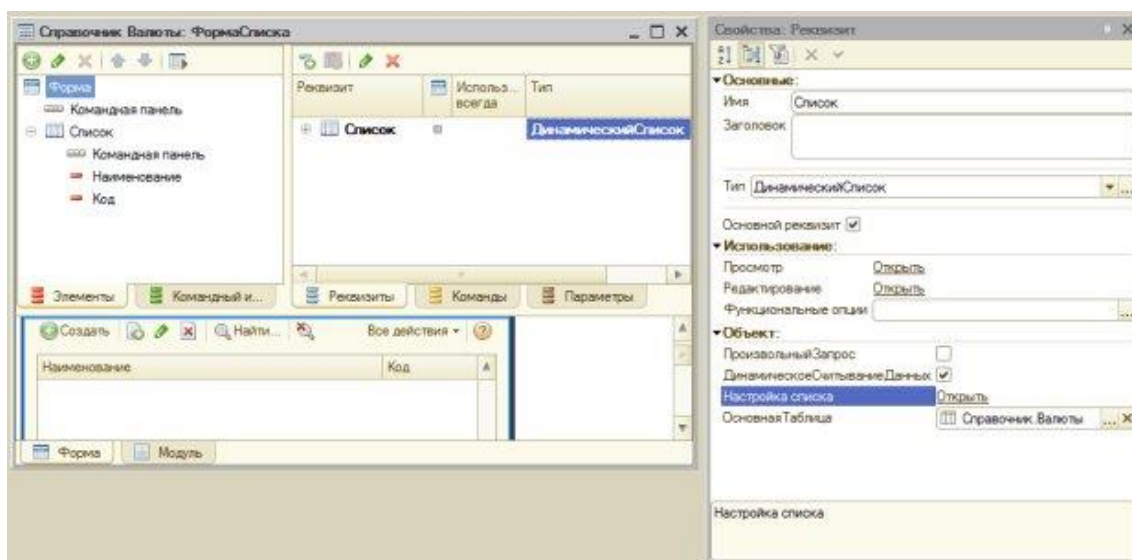

Рисунок 19.1- Редактирование свойств динамического списка
3. Обратите внимание на то, что реквизит **Список** имеет тип **ДинамическийСписок**. Это означает, что мы можем вмешаться в создание этого списка, так как он строится на основе некоего запроса, генерируемого, в данном случае, системой автоматически. Для того, чтобы самостоятельно отредактировать запрос, который лежит в основе динамического списка, нам нужно в окне его свойств (рисунок 19.1.) установить флаг **ПроизвольныйЗапрос**.